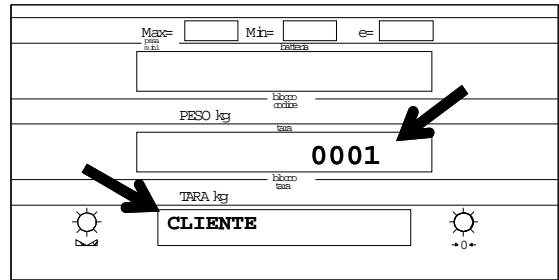

Figura 24
1.Digitare il codice assegnato (composto da quattro cifre), come indicato nella figura 24, e premere il tasto: